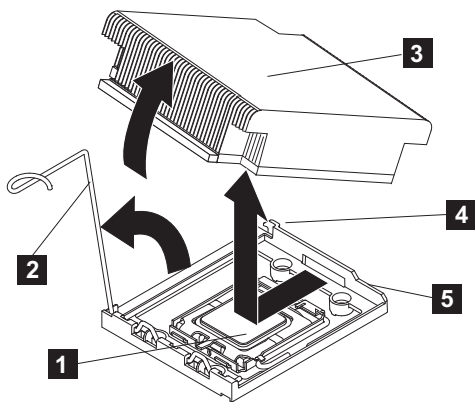

図 295. SAN ボリューム・コントローラー 2145-CG8 または 2145-CF8 マイクロプロセッサからのヒート・シンクの取り外し
8. ヒートシンク (図 295 の **3**) とマイクロプロセッサ (**1**) へのアクセスの邪魔になるケーブルをすべて切り離します。